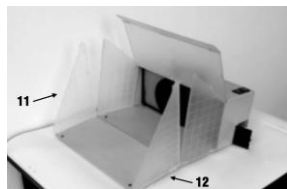

fig. 5
5. Relevez le panneau de couvercle avant, ouvrez les panneaux de couvercle gauche et droit, puis fixez le panneau de couvercle avant gauche (n° 11) et le panneau de couvercle avant droit (n° 12) à la partie plane du fond (fig. 5).